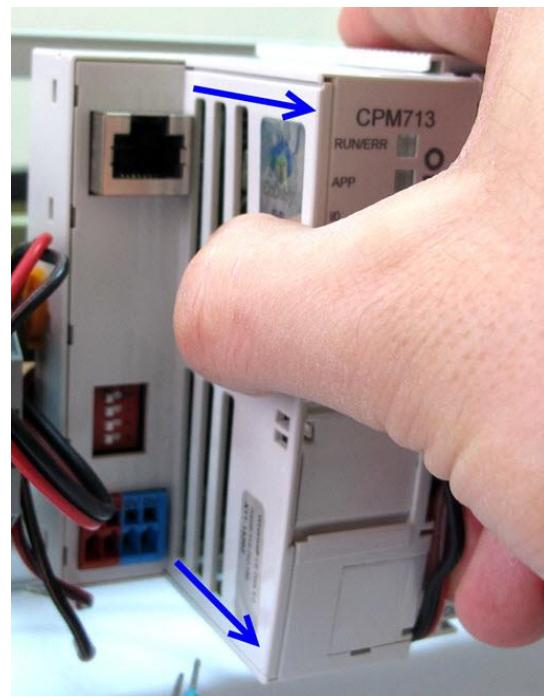

Рис. 5.5 Освобождение фиксаторов боковой крышки
4. Освободите фиксаторы, расположенные по периметру боковой крышки корпуса контроллера (пять на левом торце и по одному – на верхнем и нижнем), для чего нажмите на поверхность крышки большим пальцем правой руки, одновременно опираясь остальными пальцами на правую и верхнюю плоскости корпуса контроллера, как показано на Рис. 5.5, и попытайтесь переместить крышку в направлении стрелок, показанных на Рис. 5.5.